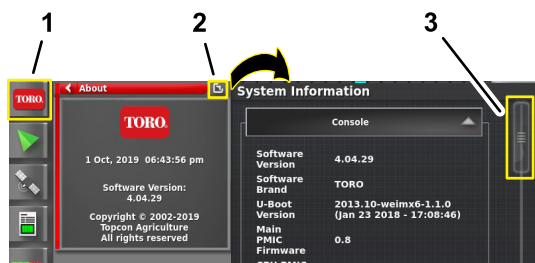

Рисунок 207
1. Нажмите на значок ИНФОРМАЦИИ О СИСТЕМЕ и затем проведите по значку ПОЛНОЭКРАННОГО РЕЖИМА в верхнем правом углу окна информации о системе (Рисунок 207).